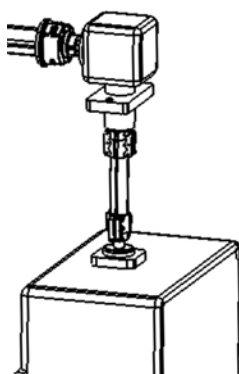

Fig. 14 Montagem do eixo de accionamento vertical
7.5 Instalação do eixo de accionamento vertical (Fig. 14)